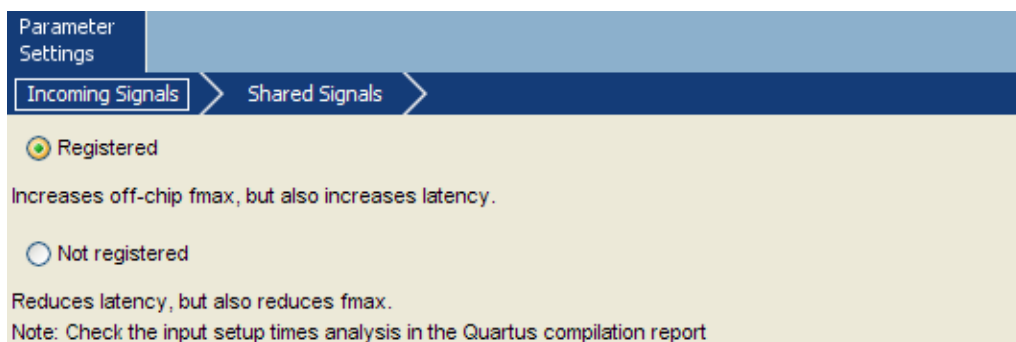

图 9-1 三态桥属性页
6. 添加 Bridges and Adapters ->Memory Mapped-> Avalon-MM Tristate Bridge: 属性第一页 Incoming Signals 选择 Registered。如果是 8.0 可以直接 Finish，7.2 在第二页 Shared Signals 中将 data, address, read_n 都选上。如图 9-1。